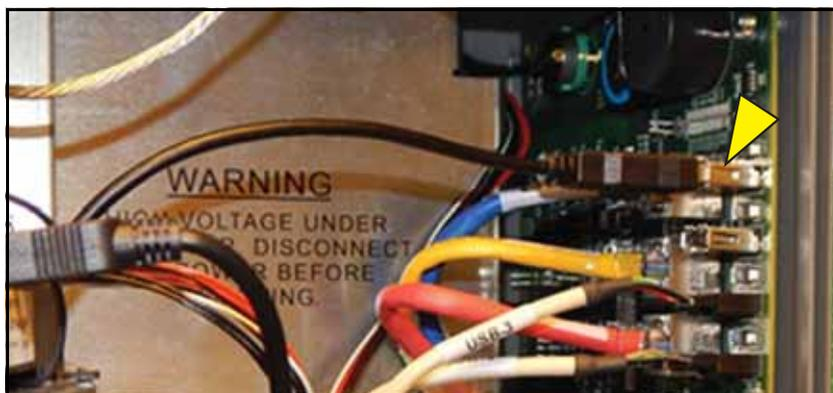

Figura 20. Conecte o cabo USB da impressora opcional
7. Caso haja uma impressora opcional, conecte o cabo USB dela no conector USB 1 (de cima) da placa CPU (ver Figura 20).